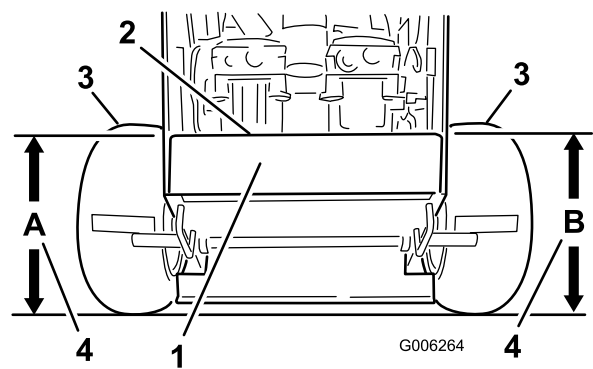

Bild 57
4. Messen Sie die Höhe des Motorchassis an Stelle **A** (Bild 57).
5. Messen Sie die Höhe des Motorchassis an Stelle **B** (Bild 57).